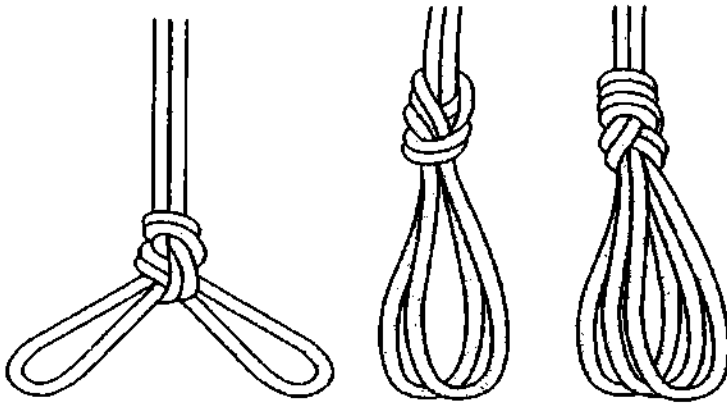
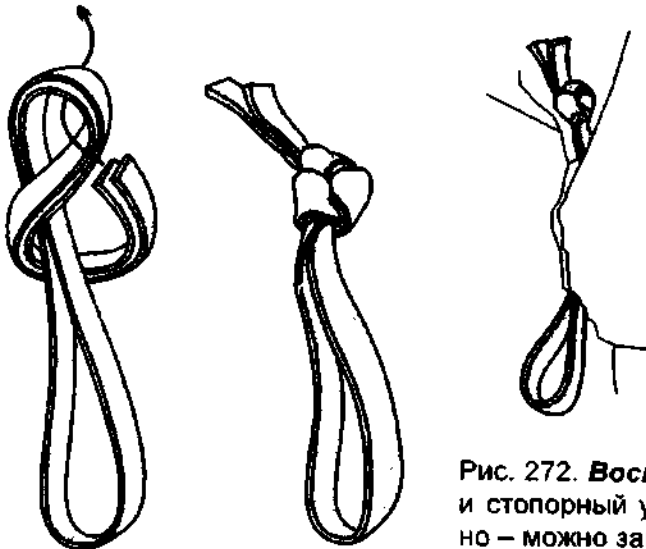

Рис. 271. Из одинарной **фламандской петли** можно связать двойную и тройную петли – **диаметральный проводник** или **двойную (тройную) фламандскую петлю**.
Рис. 272. **Восьмёрку** – и петлю и стопорный узел одновременно – можно завязать на ленте.
**Фламандская петля** крепка, надёжна и не склонна к «поползновению» на гладкой синтетической верёвке. Конструкция узла не сложная и поэтому легка для запоминания. Это очень важно, так как в чрезвычайной ситуации узел может быть связан неправильно. На завязывание **проводника восьмёркой** требуется относительно мало верёвки. **Восьмёрку** можно завязать на середине троса (рис. 268), с помощью неё можно привязать верёвку к замкнутой опоре (рис. 270). С помощью **двух фламандских петель** и карабина можно надёжно соединить два конца верёвки (рис. 267). **Фламандская петля** хороша также тем, что из неё можно связать двойную и тройную незатягивающиеся петли (рис. 271). Не надо забывать, что **фламандская петля** — это ещё и хороший стопорный узел (рис. 272). **Восьмёрку** можно завязать на конце верёвки, чтобы с неё не слететь,